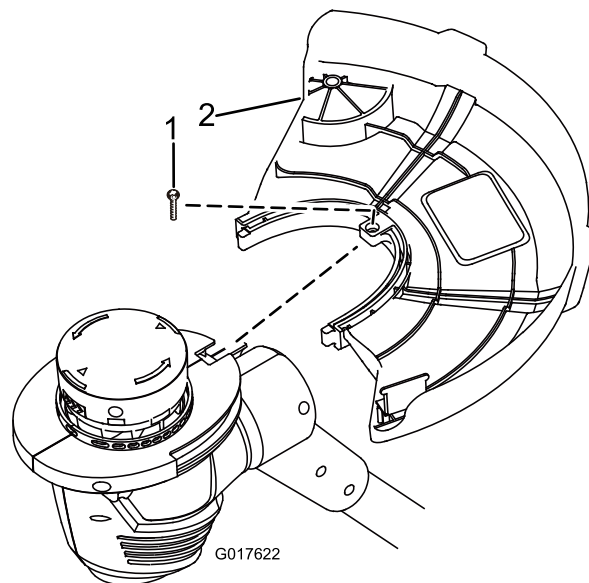

Figure 5
1. Retirez la vis cruciforme collée sur le déflecteur (Figure 5).
2. Glissez le déflecteur sur la base de la débroussailluse, comme illustré à la Figure 5.